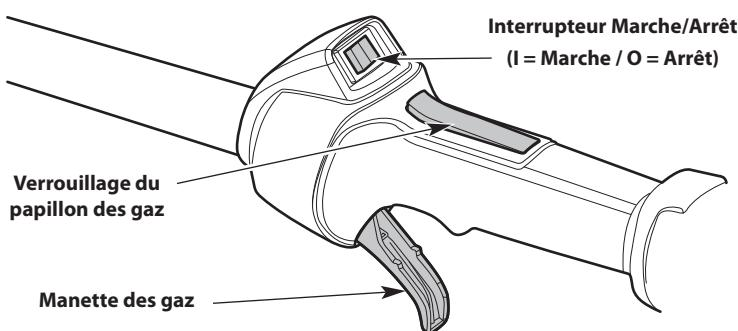

Fig. 10
**REMARQUE :** Il n'est pas nécessaire de démarrer l'appareil. L'interrupteur de marche/arrêt est constamment en position de **Marche (I)** (Fig. 10).
4. Appuyez sur le bouton de verrouillage de la manette des gaz et maintenez-le enfoncé. Serrez la manette des gaz et maintenez-la enfoncée (Fig. 10).
2. Appuyez sur l'interrupteur de marche/arrêt et maintenez-le enfoncé en position **d'Arrêt (O)** jusqu'à ce que le moteur s'arrête complètement (Fig. 10).